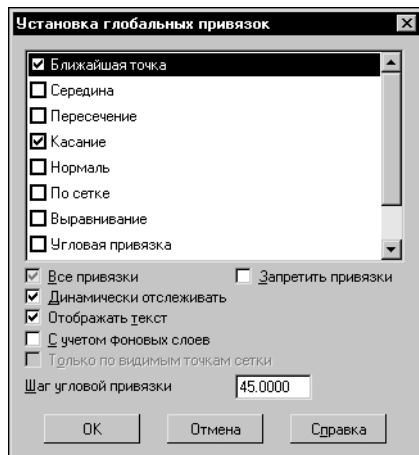

Рис. 9.15. Диалог установки глобальных привязок
11. Включите опцию **Отображать текст** (рис. 9.15).